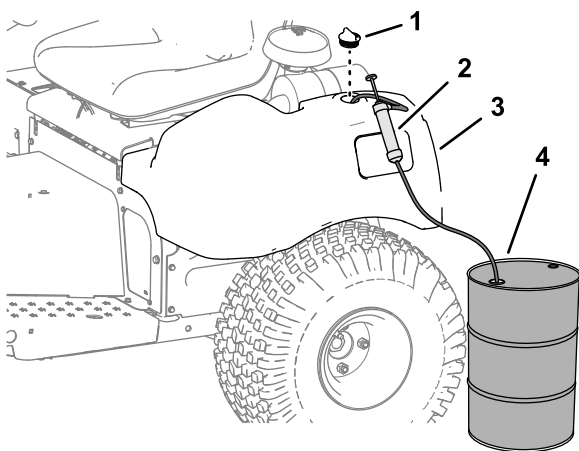

Figura 46
1. Togliete il tappo dal serbatoio idraulico (Figura 46).
2. Pompate il fluido idraulico dal serbatoio idraulico (Figura 46).